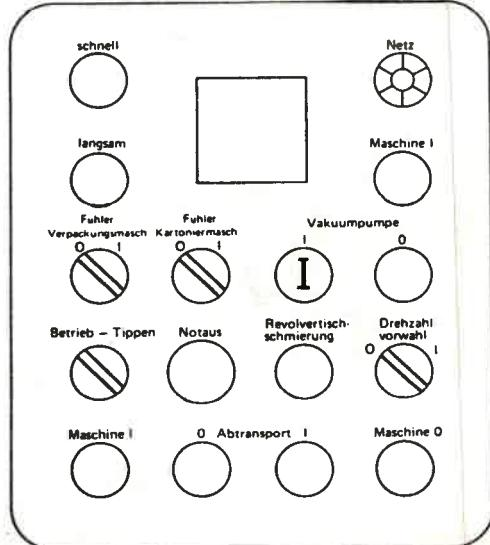

Bild 167
16. Vakuumpumpe durch Betätigung des Tasters „Vakuumpumpe I“ einschalten (Bild 167).